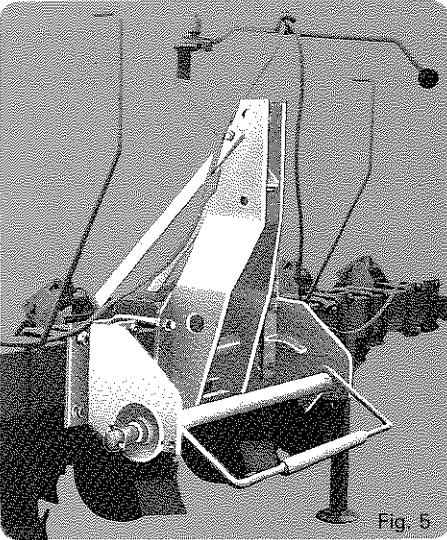

Fig. 5
- Un attelage semi-automatique est adaptable en option sur le châssis 6 rangs (fig. 5).
- Les supports paliers ⑫ seront à supprimer pour inter-rangs inférieurs à 45 cm.
- Chaque vérin possède au niveau de son raccord ⑬ une bague de ralenti avec trou réduisent le passage d'huile. L'enrangement de cette bague ou le bouchage de son trou par des impuretés seront la cause du mauvais fonctionnement du vérin et des rayonneurs. En cas de démontage pour nettoyage remplacer avec soin la bague dans sa position initiale.
- An optional semi-automatic hitch can be used on the 6 row frame (Fig. 5).
- The bearing brackets ⑫ must be removed for inter-rows of less than 45 cm.
- Each cylinder has a flow restrictor ring at the fitting connection ⑬ with a hole to reduce oil flow. Dirt accumulation of this ring or clogging-up of its hole by foreign matters will be the cause of the bad operation of the cylinder and the row markers. In case of disassembly for cleaning purposes, replace the ring carefully in its initial position.